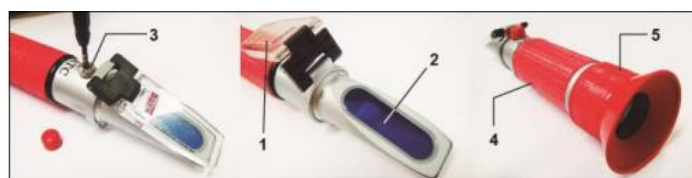

Fig. 1
Aponte o prisma do Refratômetro para a luz, e ajuste o anel de foco (item 5, fig.1) até o retículo ser visto nitidamente.
Abra a cobertura do prisma (item 2, fig.1), coloque duas gotas de água destilada no mesmo. Concluindo, baixe a cobertura do prisma. Feito isto, ajuste o parafuso de correção (item 3, fig.1) para se ter a marca de luz/sombra e o limite coincidir com a linha de "0". O ajuste dos refratômetros com a função de compensação automática de temperatura deve ser feitos sob a condição de temperatura ambiente a 20°C.